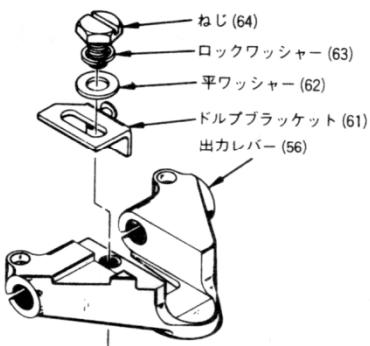

図 3-27. ドループプラケット組立図
21. ドループプラケットを出力レバーに図 3-27 の様に取りつけるが、ねじ(64)は締めつけてはいけない。